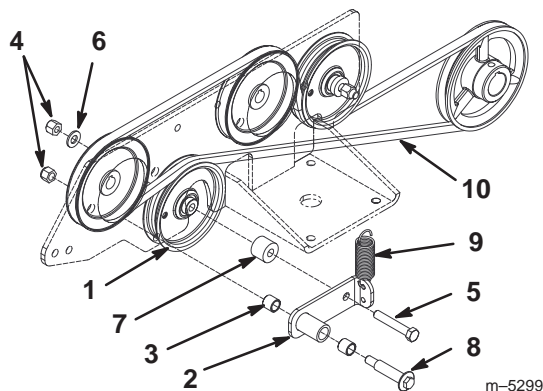

Figure 72
2. Délestez le bras de tension et enlevez la courroie de la poulie de tension. Reportez-vous à l'une des figures 72, 73 ou 74 qui représente la poulie de tension que vous vérifiez.
5. Insérez un chasse-goupille dans le bras de tension et chassez les bagues avec précaution (Fig. 72, 73 ou 74). Nettoyez l'intérieur du bras de tension.
6. A l'aide d'un marteau et d'une plaque plate, enfoncez délicatement des bagues neuves dans le bras de tension (Fig. 72, 73 ou 74).